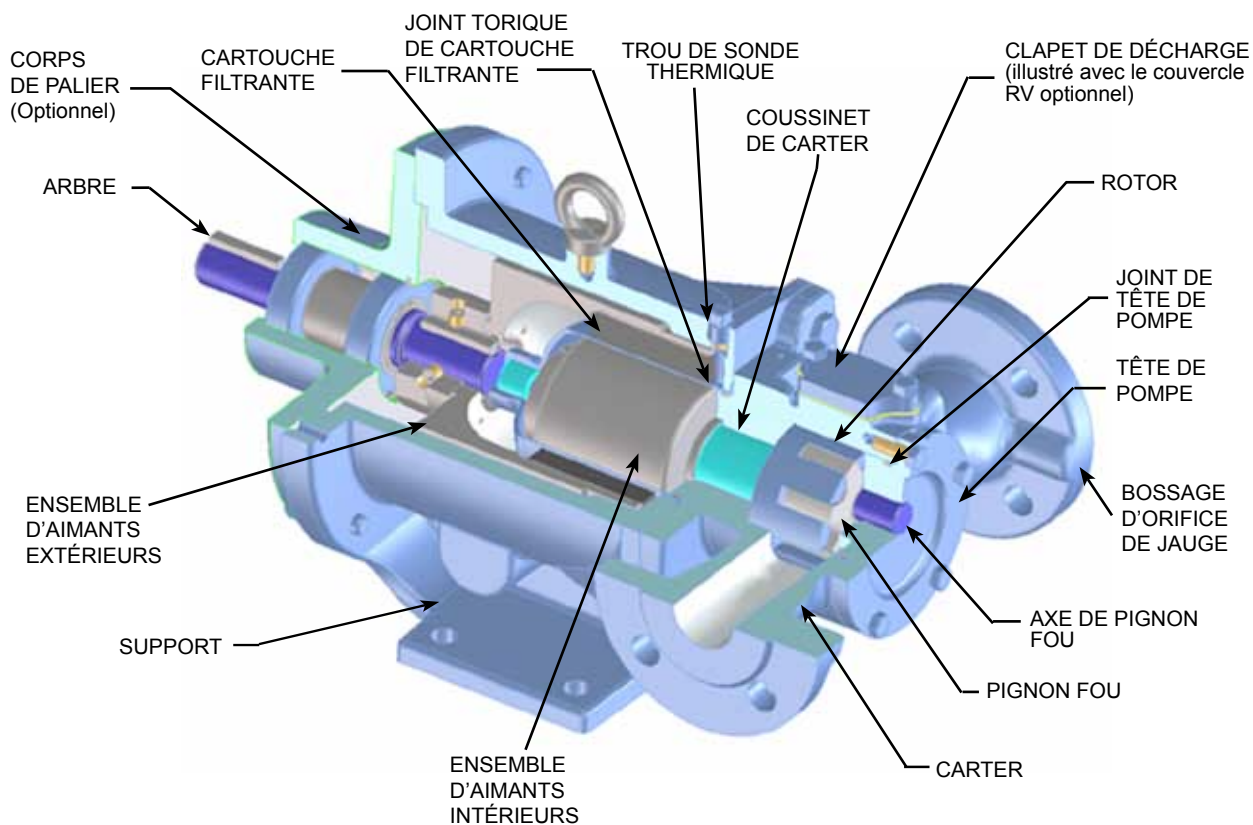

FIGURE 4
1. Pour vider la pompe du liquide pompé, retirer les deux (2) bouchons de vidange au fond du carter. Une fois le liquide évacué, remettre les bouchons en place.
2. **Voir les figures 4, 6, 7 et 8** pour les noms des pièces.